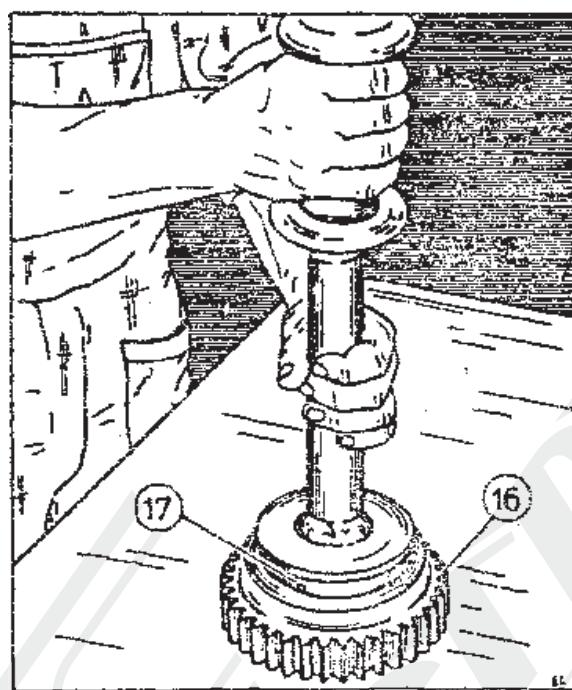

Рис. 2-31. Вдавливание с помощью стержня шарикоподшипника 6014 /17/ в отверстие зубчатого колеса 16.
11. Вдавить с помощью стержня шарикоподшипник 6014 /поз. 17/ в отверстие зубчатого колеса 16 /рис. 2-31/.